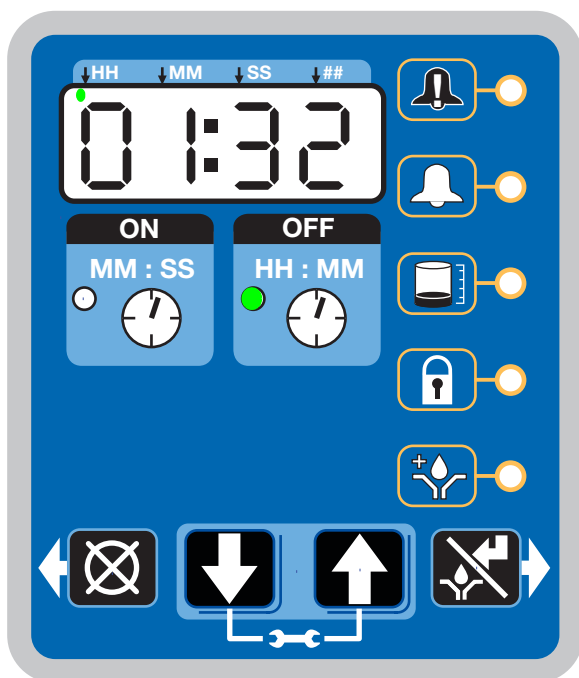

Рис. 34
После завершения настройки G3 автоматически начинает выполнять последовательность времени простоя (Рис. 34).
- В примере, приведенном на Рис. 34, показано время простоя (ВЫКЛ) — 1 час 32 минуты до начала смазочного цикла.
- Когда счетчик рабочего времени (ВКЛ) достигнет нуля, насос выключится и система опять перейдет в цикл простоя (ВЫКЛ), а индикатор в поле «OFF» опять загорится (Рис. 34).